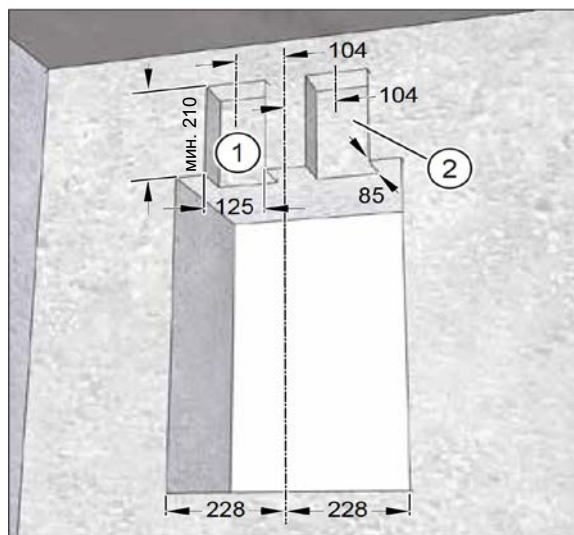

Рис. 10: штробы в стене для соединительных элементов для плоского канала, размеры в мм
- ▶ Используя штроборез сделайте две штробы - для канала вытяжного воздуха (поз. 1 на рис. 10) и для канала приточного воздуха (поз. 2 на рис. 10) шириной 125 мм, глубиной 85 мм и высотой не менее 210 мм (см. рис. 10).